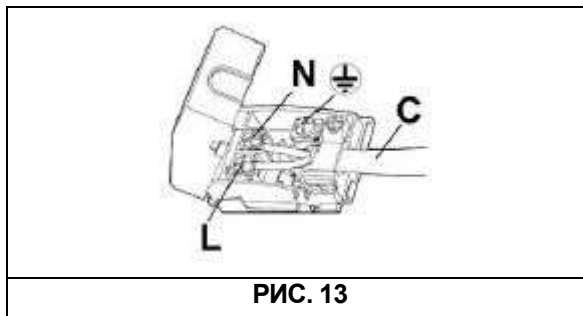

РИС. 13
- Подсоедините к кабелю стандартную штепсельную вилку, соответствующую мощности, указанной на маркировочной табличке. Подсоедините провода согласно рис. 13, уделяя особое внимание следующим соответствиям: